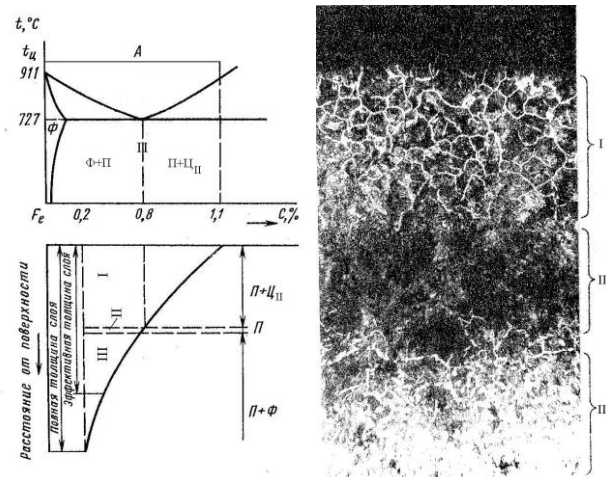

Рис. 1. Изменение содержания углерода и структуры по толщине цементованного слоя (схема)
Содержание углерода после насыщения переменное по глубине детали, убывая по мере удаления от поверхности (рис. 1). В структуре цементованного слоя можно выделить три зоны: зона заэвтектоидной стали (I), содержащая $1-0,8\% \text{ C}$, эвтектоидной (II), содержащая $0,7-0,8\% \text{ C}$, и доэвтектоидной – переходной (III), содержащая менее $0,7\% \text{ C}$ и простирающаяся до исходной структуры стали.